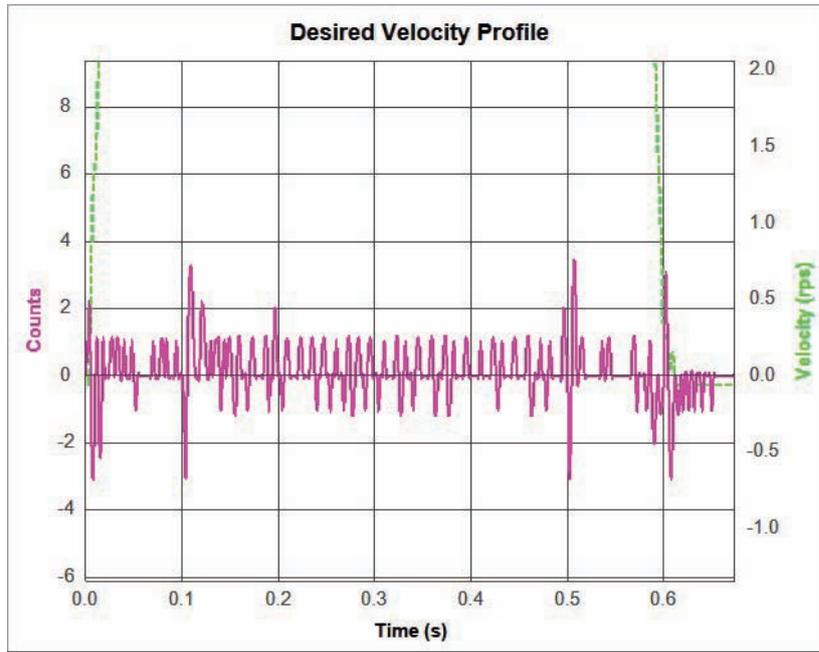

图11-8 位置环比例增益 (KF) 合适, KF = 16000
当位置环比例增益 (KF) 合适时, 位置误差在加速过程、加速过程迅速趋近零, 并在 ± 1 脉冲之间振荡。如 (图11-8) 所示